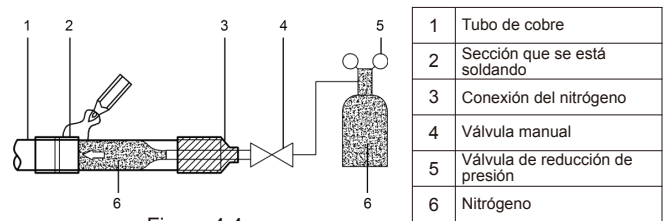

Figura 4.4
- Cuando la tubería se llena con nitrógeno durante la soldadura, el nitrógeno debe reducirse a 0,02 MPa usando la válvula de liberación de presión. Véase Figura 4.4.